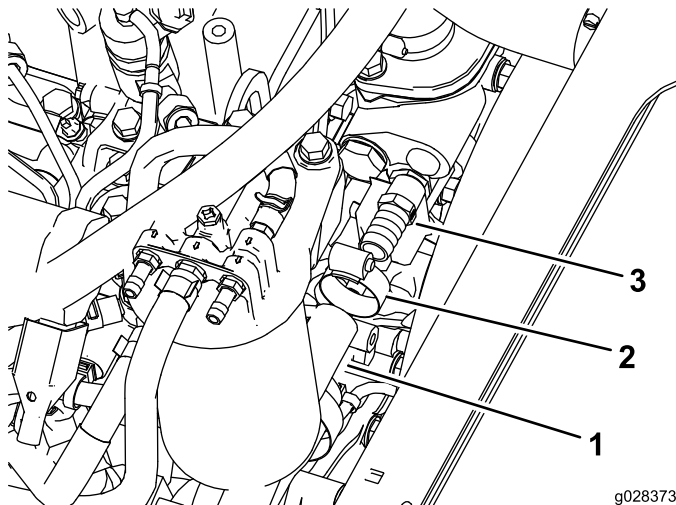

Figura 21
3. Instale el adaptador de la manguera en el alojamiento del termostato del motor (Figura 21).
4. Conecte el extremo libre de la manguera de presión al adaptador del alojamiento del termostato del motor (Figura 21).
6. Enrute la manguera por debajo del limpiador de aire, según se muestra en Figura 21.